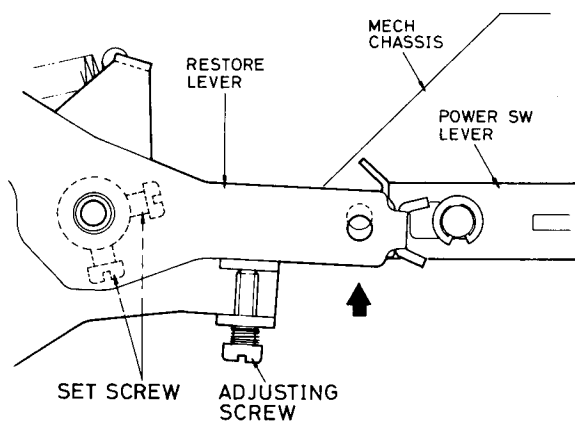

Fig. 3
a) Adjust by gradually turning the screw (see Fig. 3) so that the tonearm returns to the arm rest when the stylus tip reaches the zone designated on the record RG-667 (between 52-65mm from the center shaft). The tonearm should be placed on the arm rest when turning the screw.
b) With the tonearm fixed onto the arm rest, fit the restore lever to the tonearm shaft in a manner that a hole at the end of the restore lever (the end linked with the power switch lever) and the hole on the chassis correctly match as shown by an arrow in Fig. 3.
a) Régler en tournant la vis progressivement (voir Fig. 3) de façon à ce que le bras de lecture revienne sur le repose-bras lorsque l'extrémité de la pointe de lecture atteint la zone indiquée sur le disque RG-667 (entre 52 et 65mm de l'axe central). Le bras de lecture doit être placé sur le repose-bras lorsque la vis est tournée.
b) Le bras de lecture étant fixé sur son support, ajuster le levier d'armement sur l'axe du bras de lecture de façon à ce que le trou du bout du levier (côté couplé au levier interrupteur) et le trou du châssis soient alignés, comme illustré sur la Fig. 3.